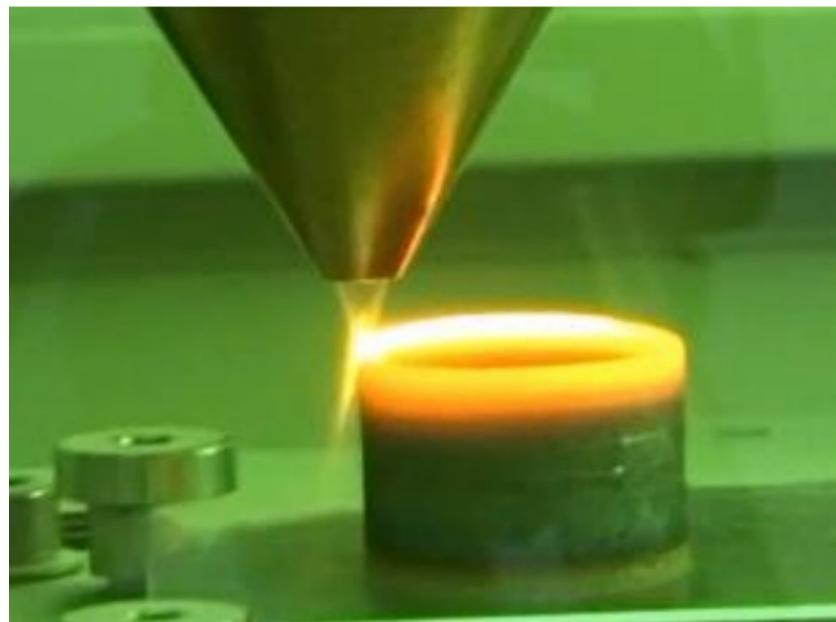

図 2.18 DED を用いて作製した造形物
- 4 従来の金属 3D プリンターの多くは、パウダー・ベッド・フェュージョン (PB) 方式を採用している。この方式では、パウダーベッドを作製し、造形部のみにレーザーを照射し溶融・凝固サイクルとレーザー照射を繰り返して造形を進める。しかし、高速造形のために高出力レーザーを用いると、パウダーのスパッタが多く発生してしまうという課題がある。これにたいし DED は、1. 高出力レーザーが使用できるため造形速度が速い、2. 局所ページを使用することで筐体レス化が可能となり、大型造形にも対応可能、3. 複層造形が可能、などの利点がある。
- 10 また、いかに DED を用いて作製した造形物を図 2.18 に示す。レーザー出力と粉末供給量を増加させることで造形速度が向上し、レーザー出力 4kw のときに、最大で 359cc/h の造形速度を実現した。